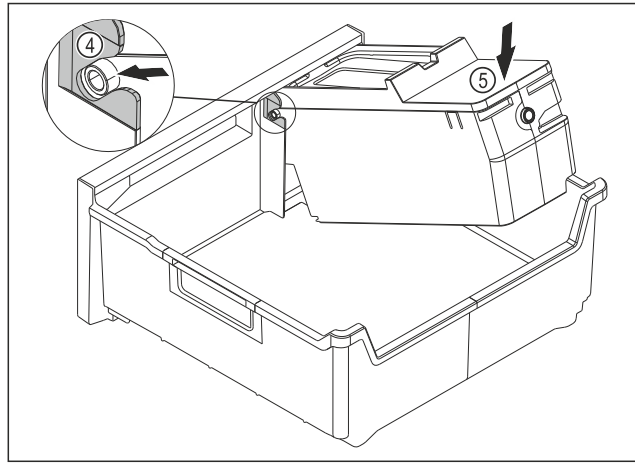

Fig. 115
- ▶ Монтаж на корпуса на EasyTwist-Ice: Вкарайте осите на корпуса на EasyTwist-Ice във водачите Fig. 115 (4).
- ▶ Натиснете надолу корпуса на EasyTwist-Ice Fig. 115 (5) отзад.